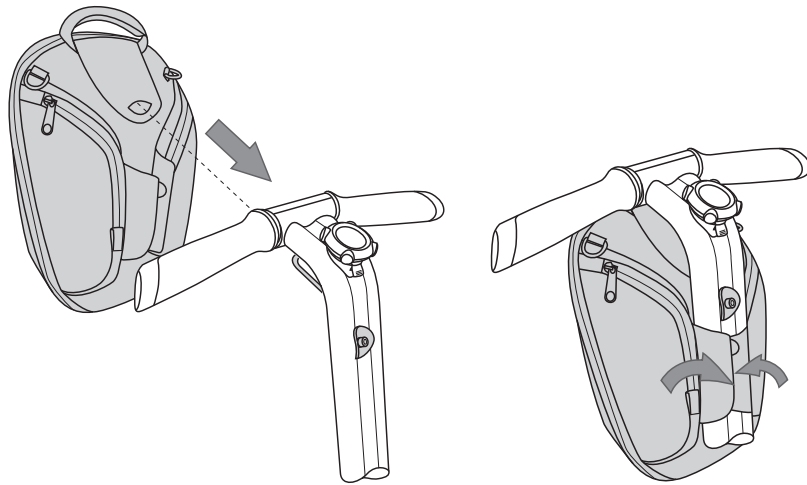

Abbildung 2. Die Lenkertasche installieren
6. Schieben Sie die Lenkertasche über die Halterung. Siehe Abbildung 2.
8. Stellen Sie sicher, dass die Laschen fest um den LeanSteer-Rahmen herum geschlossen sind. Siehe Abbildung 2.